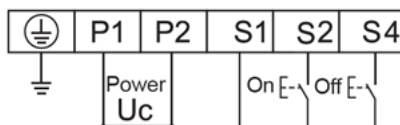

Рисунок 2. Схема электрических соединений.
4.4 Моторные привода серии МП-303 могут осуществлять диспетчеризацию состояния автоматического выключателя: выключен, включен и срабатывание по аварии. Для этого необходимо подключить соответствующие вторичные цепи на устройстве (см. Рисунок 2.).